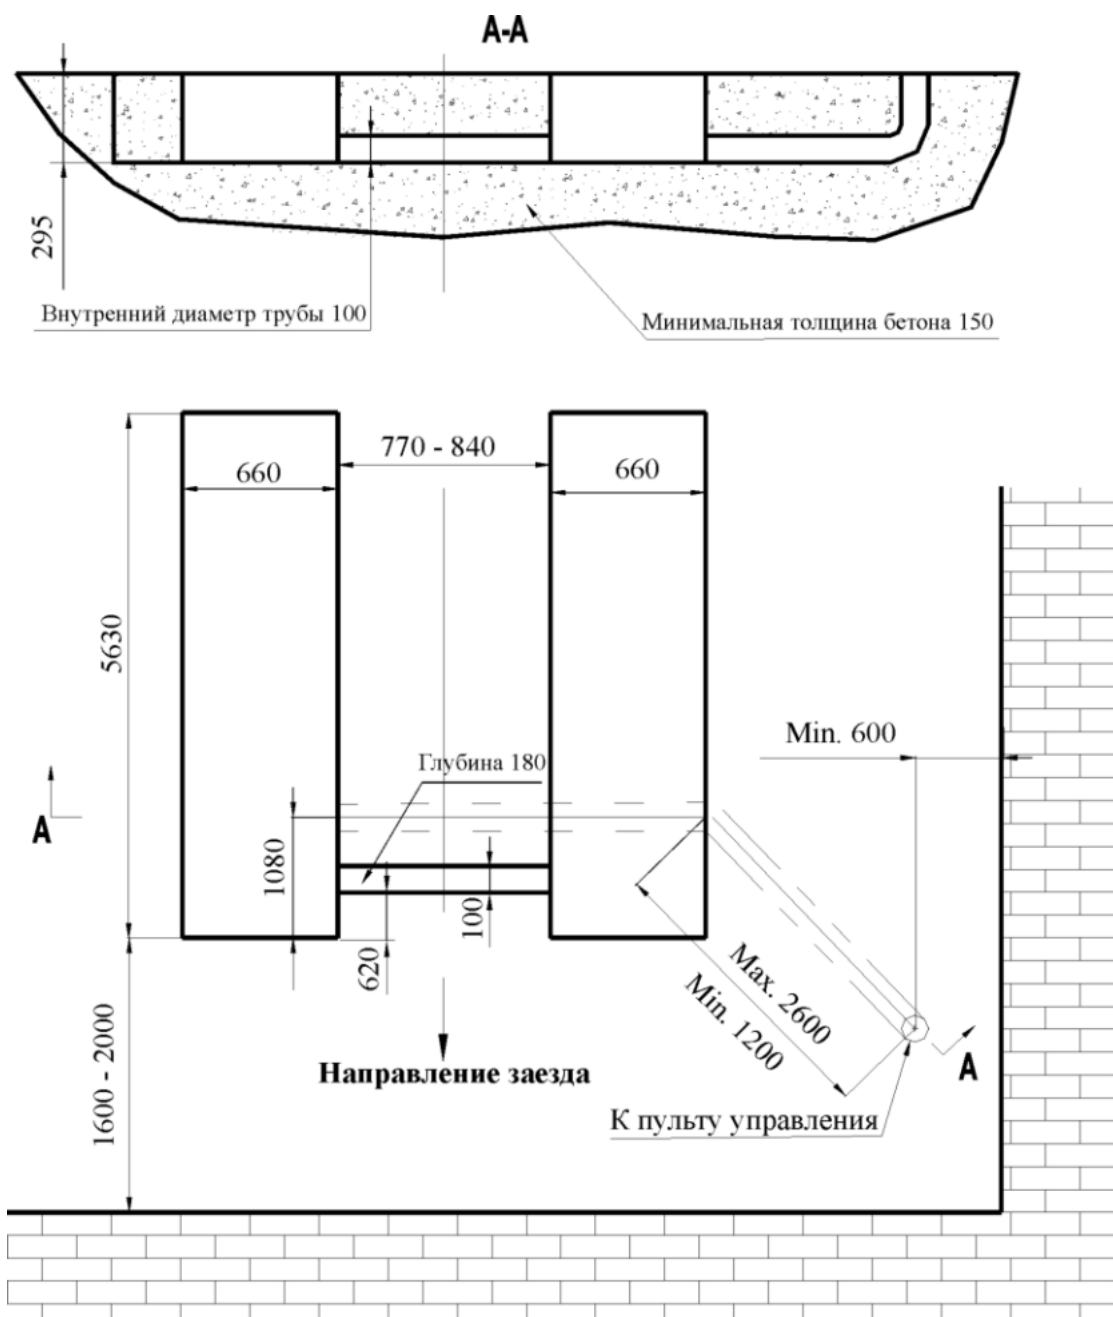

Рис.15 Схема подготовки фундамента (только для монтажа в пол)
- При монтаже в пол: приготовьте пространство под установку согласно рис.15